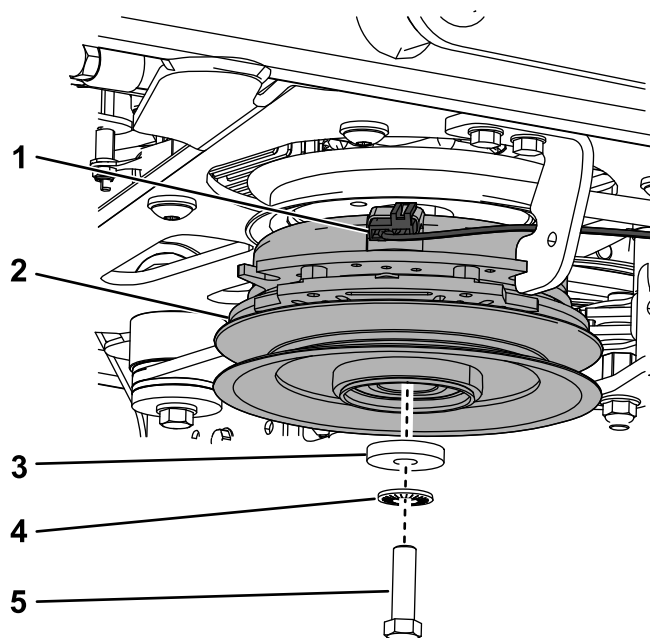

Figure 95
- A. Débranchez le faisceau de câblage de l'embrayage (Figure 95).
- B. Retirez le boulon, la rondelle, la rondelle élastique et l'embrayage (Figure 95).